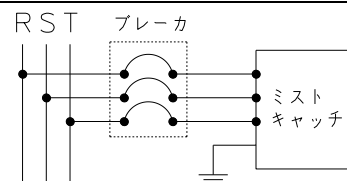

図2
- ・電源取入れ口には、必ず適切なブレーカを介して下さい。(図2)